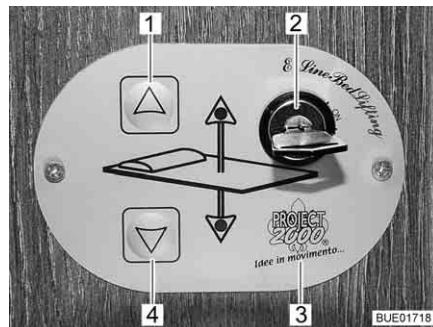

Bild 119 Kontrollenhet
Med knapparna (Bild 119,1 och 4) på betjäningdelen (Bild 119,3) sänks och lyfts den höjbara sängen. Med nyckelbrytaren (Bild 119,2) säkras betjäningdelen mot obehörig användning.
- Vrid med nyckeln i nyckelbrytaren (Bild 119,2). Betjäningdelen (Bild 119,3) är aktiverad.
- Tryck på pilknappen (Bild 119,4) och håll den så länge intryckt till den höjbara sängen sänks ned till önskad position.
- Tryck på pilknappen (Bild 119,1) och håll den så länge intryckt till den höjbara sängen lyfts fram till gränsställningen.